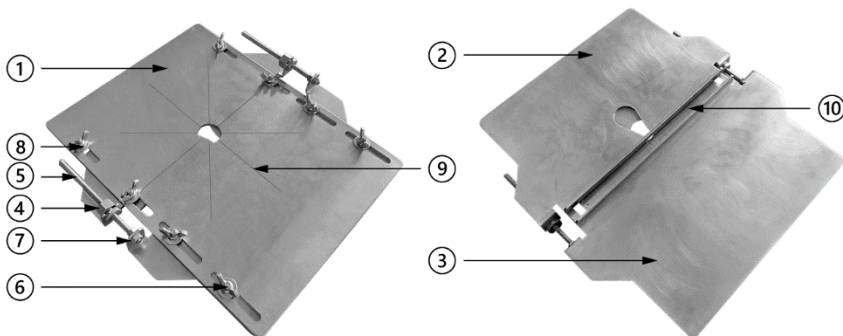
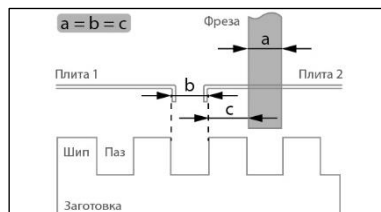
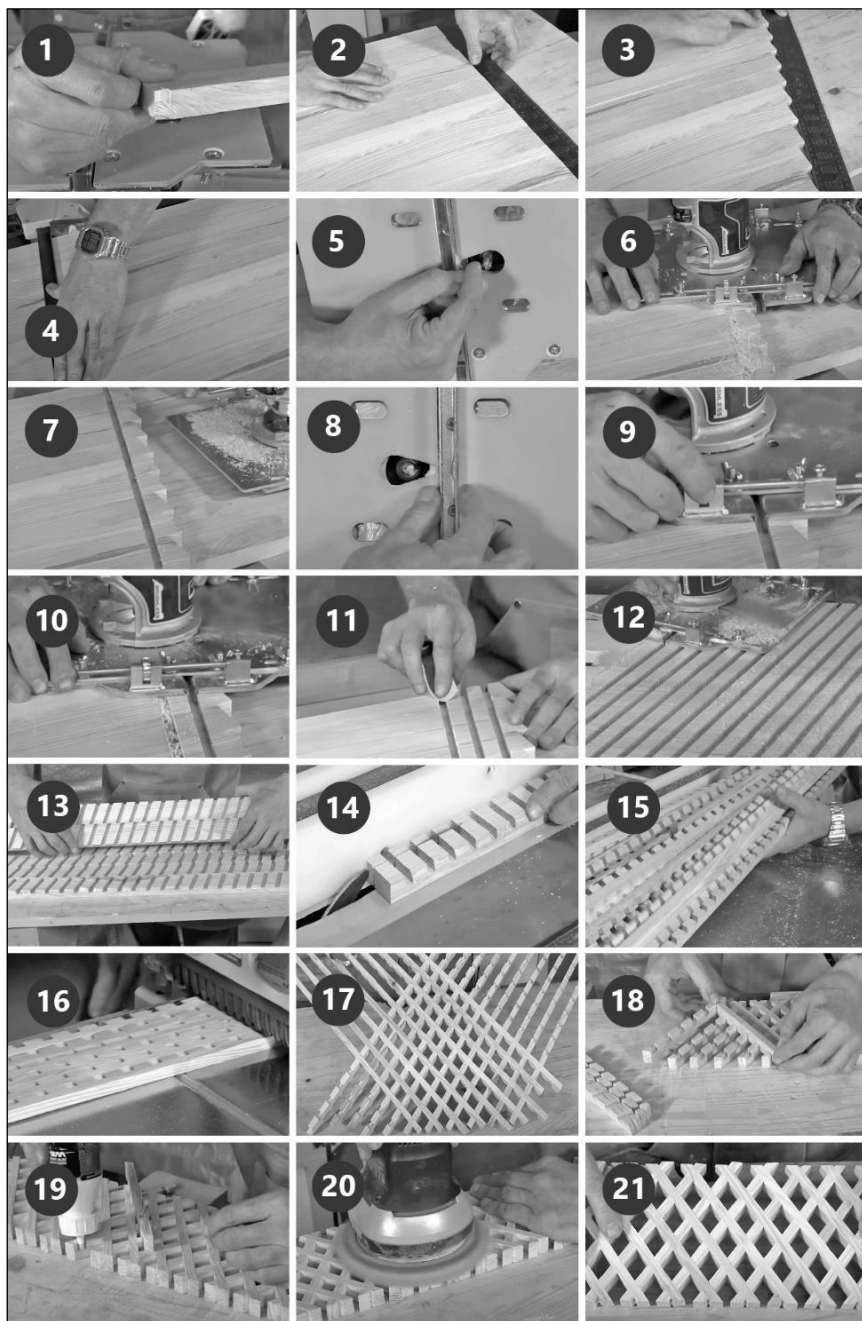

Рисунок 2.
Рисунок 3.
Рисунок 4.
Перед установкой фрезера необходимо вывернуть гайки-барашки 8 (рис. 2) и снять основание 1.
Установите фрезу необходимого диаметра (а) мм (рис. 3) так, чтобы ее ножи располагались вдоль продольной оси приспособления.
Затем опустите и зафиксируйте фрезу в этом положении. Отрегулируйте расстояние от бортика направляющей до фрезы (с) мм так, чтобы его размер был равен диаметру фрезы (а) мм. Для этого, с помощью штангенциркуля, замерьте и зафиксируйте диаметр фрезы. Ослабьте крепление регулировочной плиты 2 (рис. 2). Переместите плиту до плотного касания бортика направляющей и фрезы со штангенциркулем. Затяните гайки-барашки 8 плиты 2.
Правильно настроенное приспособление позволяет сделать плотное шиповое соединение. Это особенно актуально при малой ширине деталей и малом количестве шипов. На широких деталях с большим количеством шипов для более легкой сборки соединения можно сделать прослабленным. Для этого необходимо уменьшить расстояние (с) мм (рис. 3).
Установите плиту 3 (рис. 2) таким образом, чтобы размер паза направляющих (b) мм (рис. 3) по внешней стороне бортиков был равен диаметру фрезы (а) мм. Для этого ослабьте гайки-барашки 8 плиты 3 (рис. 2). С помощью штангенциркуля, замерьте и зафиксируйте диаметр фрезы. Установите штангенциркуль по внешним сторонам бортиков направляющих. Подкручивайте гайку 4 до плотного касания бортиков направляющей и штангенциркуля. Прodelайте эту настройку с двух сторон, чтобы исключить перекося направляющих. Зафиксируйте плиты 2 и 3 в этом положении, затянув гайки-барашки 8.
Настройка шипорезного устройства для фрезерования решеток начинается с выставления вылета фрезы. Он должен равняться половине толщины заготовки. Для этого можно воспользоваться измерительной техникой или выставить вылет фрезы по факту, сделав пробный проход с двух сторон заготовки. Правильной настройке вылета фрезы свидетельствует отсутствие «усика» по центру (рис. 4–1).
Следующим этапом создания решетки будет фрезерование шип-пазов. Они могут быть нарезаны на цельном щите с последующим распиливанием на рейки или на всех заранее подготовленных деталях одновременно. Для этого необходимо уложить заготовки на рабочий стол продольной стороной и выровнять их положение по одному краю с помощью большого угольника или линейки. Для выполнения решетки с квадратными рисунком выравнивание деталей необходимо выполнить согласно рисунку 4–2. Для выполнения решетки с ромбовидным рисунком выполните выравнивание под углом, согласно рисунку 4–3. После этого зафиксируйте все детали между собой струбцинами (рис. 4–4).
Для фрезерования стартового паза установите максимальное расстояние от бортика направляющей до фрезы (рис. 4–5). Это позволит сделать первый паз, не прибегая к торцеванию деталей под углом. См. п. 3.2 «Настройка шипорезного устройства».
Установив настроенный фрезер с шипорезным устройством с торцевого края заготовок, плотно уперевшись бортиком направляющей, сделайте первый проход, пользуясь приспособлением как параллельным упором (рис. 4–6, 7).
После этого при помощи штангенциркуля установите расстояние от фрезы до бортика, соответствующее размеру окна и зафиксируйте плиту 2 (рис. 2).
Следующим шагом в настройке будет выставление паза направляющих. Расстояние между двух бортиков по внешней стороне должно быть равно диаметру установленной фрезы (рис. 4–8, 9) см. п. 3.2 «Настройка шипорезного устройства». Также настройку подвижных плит можно произвести, установив их в первый паз. Производя регулировку гайками 4 (рис. 2) необходимо добиться, чтобы приспособление ходило в пазе с легким натягом и не имело люфтов. По окончании регулировки зафиксируйте плиту 3, закрутив гайки-барашки 8.
После настройки направляющих установите фрезер с шипорезным устройством направляющими в первый паз и сделайте второй проход (рис. 4–10).
Для лучшего скольжения направляющих необходимо зачищать пазы после каждого прохода наждачной бумагой (рис. 4–11). Убирать заусенцы после
каждого прохода необходимо для плотного прилегания направляющих к пазу. Если этого не сделать, то глубина каждого последующего паза будет становиться меньше. Оставшиеся шип-пазы выполняйте тем же способом, устанавливая направляющие в предыдущий паз (рис. 4–12).
Освободите заготовки от струбцин и изготовьте рейки нужной ширины на циркулярном станке (рис. 4–13, 14, 15). После чего доведите их до нужной ширины на рейсмусе (рис. 4–16).
Получившиеся рейки распилите на кусочки нужной длины и предварительно промазав пазы клеем соедините их между собой (рис. 4–17, 18, 19).
После соединения всех деталей в единую конструкцию отшлифуйте поверхность и распилите решетку на сегменты нужного размера (рис. 4–20, 21).
- диаметр фрезы = расстояние от фрезы до бортика направляющей = ширина паза направляющих по внешнему краю ($a = b = c$, рис. 3).
Установлено слишком большое расстояние «с», рис. 3	Произвести корректировку положения пластин